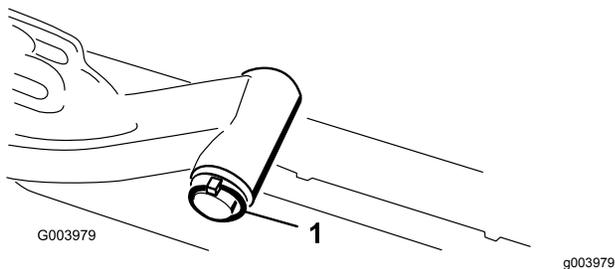

Figura 12
- Retire o pino de sujeição e a anilha que prende o veio da articulação do braço de elevação ao braço de elevação e faça deslizar o veio para fora do braço de elevação (Figura 12).
C. Insira o veio do braço de elevação no braço de elevação e prenda-o com a anilha e o pino de sujeição (Figura 12).